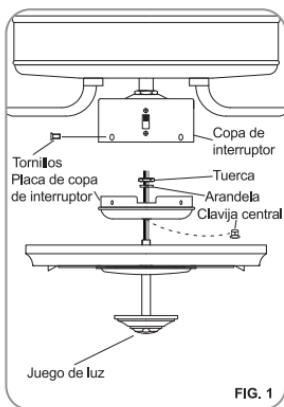

FIG. 1
Step 1: Remove the screws from the switch box to allow easy wiring. (Fig.1)
Step 2: Remove and discard the center plug from the switch box plate. Attach the light kit to the switch box plate by feeding the wires and threading the light kit through the hole of the switch box plate, secure it to the switch box plate using the nut and lock washer. Be sure it is tight enough to prevent the light kit from vibrating loose. (Fig.1)
Paso 1: Quite los tornillos de la copa de interruptor para facilitar el cableado. (Fig.1)
Paso 2: Retire y deseche la clavija central de la placa de copa de interruptor. Conecte el aparato de luz a la placa de copa de interruptor por los cables de alimentación y rosco el aparato de luz a través del agujero de la placa de copa de interruptor, fijelo a la placa de copa de interruptor usando la tuerca y arandela de cierre. Asegúrese de que esté suficientemente apretado para evitar que el aparato de luz se suelte por la vibración. (Fig.1)